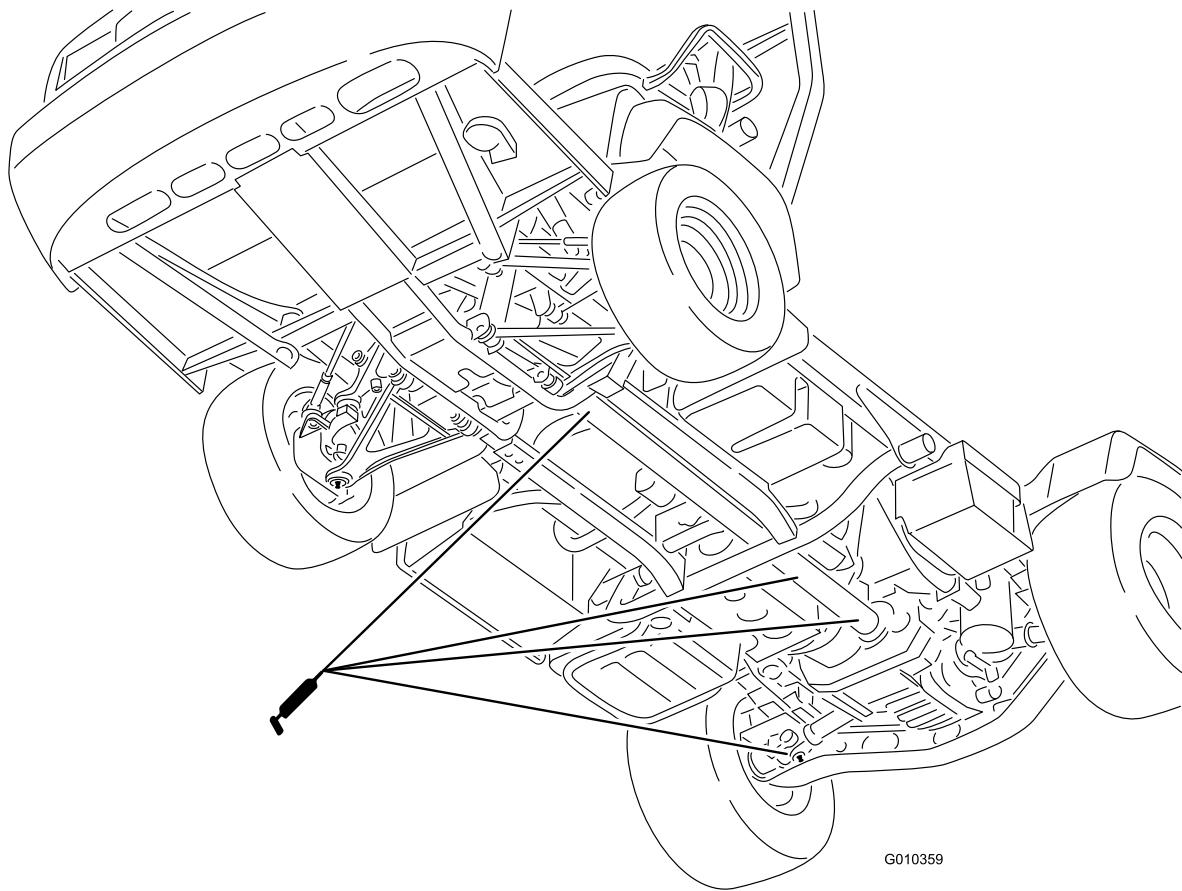

Figura 42
- Articulación en U (18) y árbol de la transmisión a 4 ruedas (3) (Figura 42)